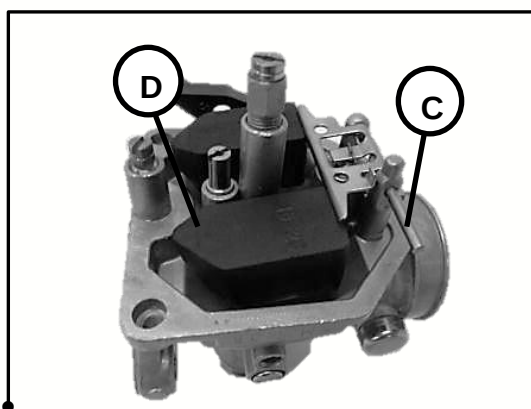

Fig.2.7
- Retire el flotador [D]. Fig.2.7